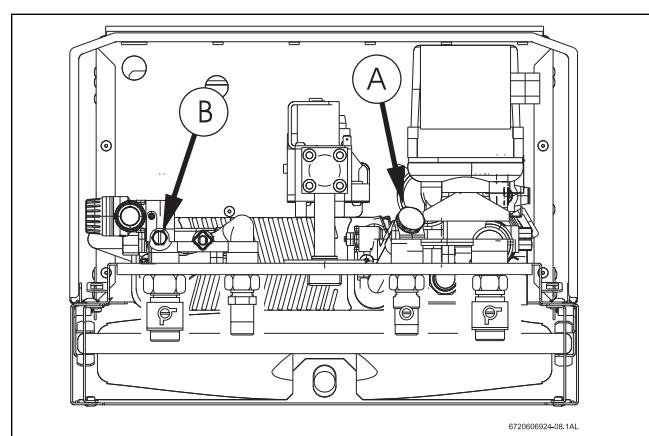

Fig. 30
- Desapertar o tampão (Fig. 30 , Pos. A)
- Desaparafusar o parafuso de purga (Fig. 30 , Pos. B).